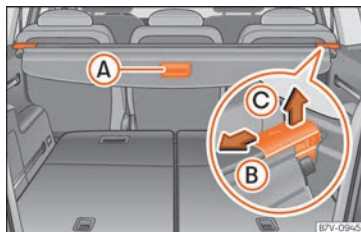

Fig. 168 Dans le coffre à bagages : plage arrière du coffre à bagages.
- Tirez légèrement la poignée vers l'arrière sur la plage arrière » » **fig. 168 (A)**.
- Déverrouillez la plage arrière dans le sens de la flèche »» fig. 168 (B).
- Appuyez sur la plage arrière dans le sens de la flèche »» fig. 168 (B).
- Déverrouillez la plage arrière dans le sens de la flèche »» fig. 168 (B), puis soulevez-la dans le sens de la flèche (C).